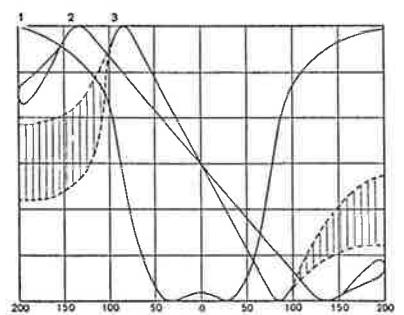

Fig. 10. Oscilloskopkurver for FM-del.
Fig. 10 viser oscilloskopkurver. Signalgeneratoren er koplet til antennebøssingene og oscilloskopet er koplet i serie med 0.2 M Ω til C46 for MF-kurven, 1, og til C81 for de 2 diskriminatorkurvene. MF-kurven er nyttig under trimmingen. Den smaleste diskriminatorkurven, 3, er for 5 μ V inn. Den blir utflytende på kantene på grunn av sus. Kurve 2 er for 500 μ V inn. Sløyfene på sidene skyldes fase-
1. Signalgeneratoren tilkoples over L3 (pkt. A, fig. 14) og innstilles på 10,7 Mc/s med sving ± 200 kc/s. Oscilloskopet koples til den kolde ende av L19 (pkt. B, fig. 15). Kretsene trimmes i rekkefølge L20-L11-L12-L21. Kurven skal ha 2 dB topper og en båndbredde på 160-180 kc/s mellom 6 dB punktene (fig. 10, 1) med et påtrykk som gir 10-15 mV i pkt. B.
2. Signalgeneratoren tilkoples styregitteret på EBF89 I. Oscilloskopet tilkoples over C69 (pkt. C, fig. 15). Først trimmes L38 til S-kurven fremkommer. Deretter trimmes L37 og L31 til størst mulig forsterkning. Påtrykket reguleres så likespenningen mellom C83 og sjassi blir ca. 10 V. Til slutt justeres L38, og om nødvendig L37, så kurven får den riktige form (fig. 10, 2). Kurven skal være rett over ± 130 kc/s.
3. Signalgeneratoren innstilles på 93 Mc/s, mod. ± 200 kc/s, og tilkoples antennebassingen. Først koples oscilloskopet til pkt. B for innstilling av nøyaktig frekvens på mottakeren og evt. finjustering av de 4 første kretsene. Påtrykket skal da være 50 μ V. (Det forutsettes at signalfrekvenskretsen L1 ikke er så meget ute av trim at følsomheten er betydelig redusert. Dette vil i så fall bevirke en viss skjevhett i MF-kurven). Deretter koples oscilloskopet til pkt. C, påtrykket reduseres til 5 μ V og de 3 siste kretsene finjusteres. Pøse at sentefrekvensen forblir uforandret ved den siste omkoppling. Kurven skal nå være lineær over ± 80 kc/s (fig. 10, 3).